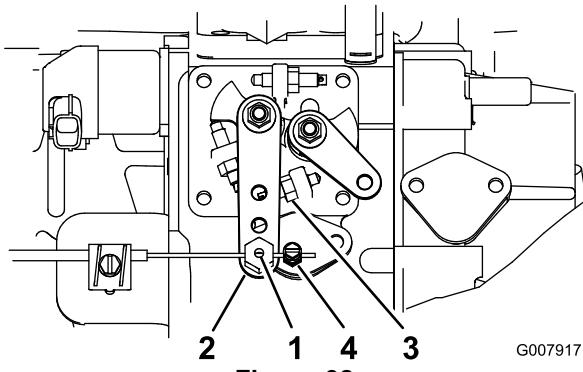

Figure 38
2. Desserrez la fixation du câble d'accélérateur sur le bras du levier de la pompe d'injection (Figure 38).
3. Maintenez le bras de levier de la pompe d'injection en appui contre la butée de régime maximum de marche à vide (Figure 38).